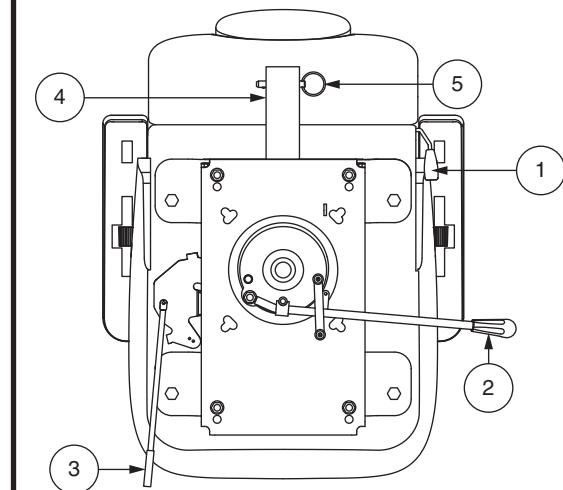

Figura 19. Ajustes en el asiento
Para ajustar el asiento reclinable de su vehículo, siga los siguientes pasos. **Ver la figura 19.**
1. Dependiendo del tipo de asiento, tire hacia arriba o tire hacia abajo de la palanca de bloqueo para desbloquear el asiento. **Ver la figura 19.**
1. Mueva la palanca de deslizamiento hacia fuera. **Ver la figura 19.**
El ángulo del reposabrazos de su vehículo puede ajustarse arriba o abajo girando el reposabrazo ajuste. **Ver la figura 19.** Gire el ajuste del reposabrazos hacia la izquierda para bajar el ángulo del reposabrazos o hacia la derecha para subir el ángulo del reposabrazos.
El soporte de montaje trasero le permite colocar un accesorio personal, como una cesta, un soporte para andador, o un tanque de oxígeno en la parte trasera del vehículo. Utilice el pasador de retención para montar de forma segura sus accesorios en el soporte. **Ver la figura 19.** Consulte con su comerciante autorizado para más detalles.